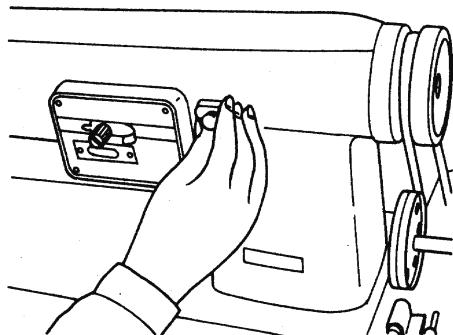

Fig. 13 Eleve y fije el regulador del largo de la puntada ③
perilla de ajuste del largo de la puntada y fíjela (Fig. 13). ④ Saque los dientes de arrastre. ⑤ Saque la placa de agujas para bordar (JUKI B-1109-024-A00), que está en la caja de accesorios e insértela en el lugar de colocación de la placa de agujas. Vea que calce sin huelgos y esté firme. Las piezas que sacó al hacer la conversión deben permanecer en la caja de accesorios para ser usadas posteriormente.